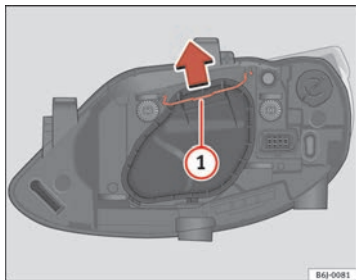

Abb. 146 Ablend- / Fernlicht bei Einfachscheinwerfer
- Die Strebe ⇒ Abb. 146 (1) in Pfeilrichtung verschieben und den Deckel abnehmen.
- Die Strebe (1) ⇒ Abb. 146 in Pfeilrichtung verschieben und den Deckel abnehmen. ▶